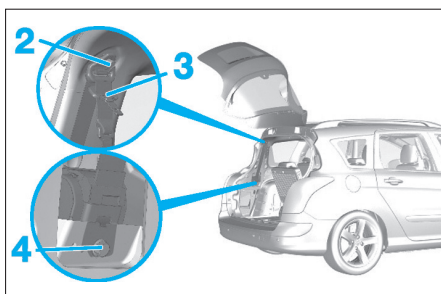

Fig. 75
- Déposer la vis (2) (Fig.75).
- Dégager la ceinture de sécurité (3).
- Déposer la vis (4) et la ceinture (3) (Fig.75).